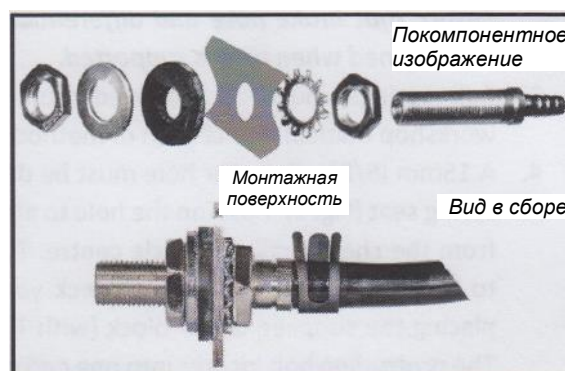

Рис. 6: Сборка клапана для накачивания
10. В месте, выбранном на шаге 6 для установки клапана для накачивания, просверлите отверстие диаметром 8.0 мм под клапан для накачивания и установите клапан, как показано на рис. 6. (Убедитесь, что резиновая герметизирующая прокладка установлена снаружи монтажной пластины). Проложите трубку вдоль шасси, закрепляя с помощью кабельных стяжек, до места расположения клапана для накачивания, и отрежьте излишки.